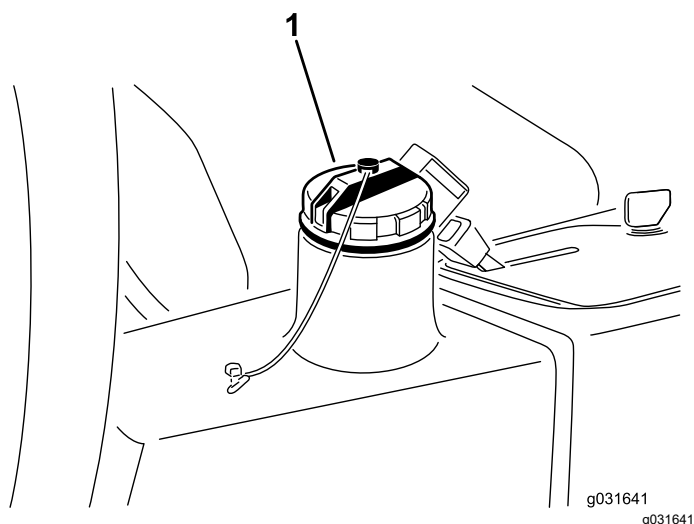

Figure 66
4. Versez environ 13,2 litres de liquide hydraulique dans le réservoir (Figure 66) ; voir Liquides hydrauliques spécifiés (page 58) et Contrôle du niveau de liquide hydraulique (page 59).